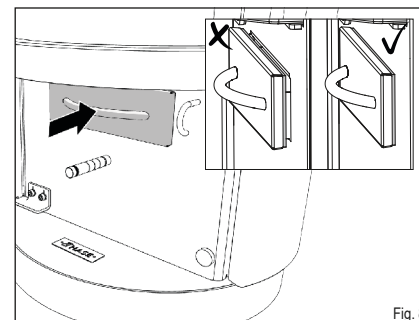

Fig. 8
- ✓ Faites glisser le bac à cendres dans l'ouverture de manière à ce qu'il soit hermétiquement fermé (Fig. 8).